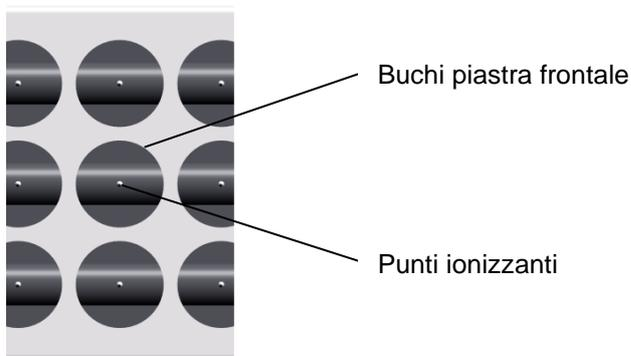

Figura 9: Posizione piastra frontale
- Fissare la piastra frontale sul condotto aria. La piastra frontale deve essere posizionata con gli emettitori al centro dei buchi. Vedi figura 9.